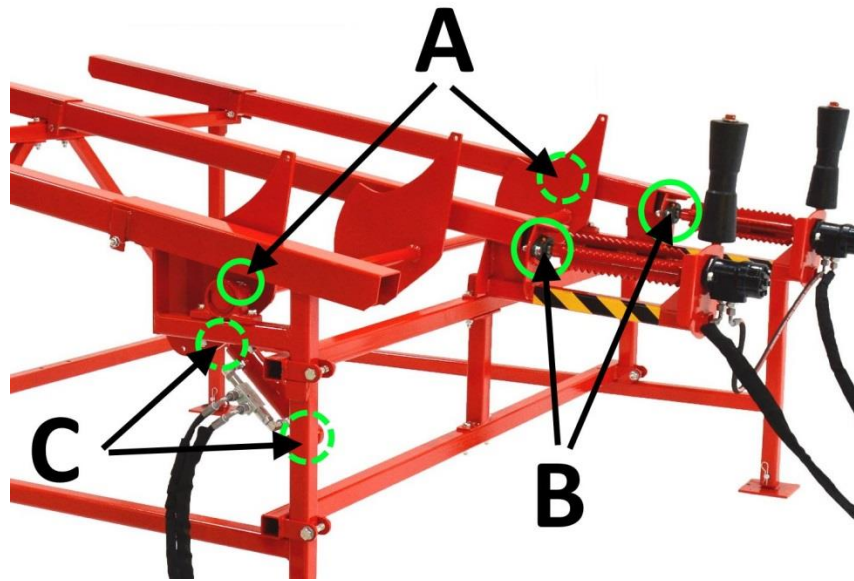

Bild 6
1. Matarvalsarnas lager (B), 2 st., **bild 6:B** (med 200 timmars intervall)
2. Matarens lager (A), 2 st., **bild 6:A** (med 200 timmars intervall)
3. Niplarna i matarens cylindrar, 2 st., **bild 6:C** (med 50 timmars intervall).